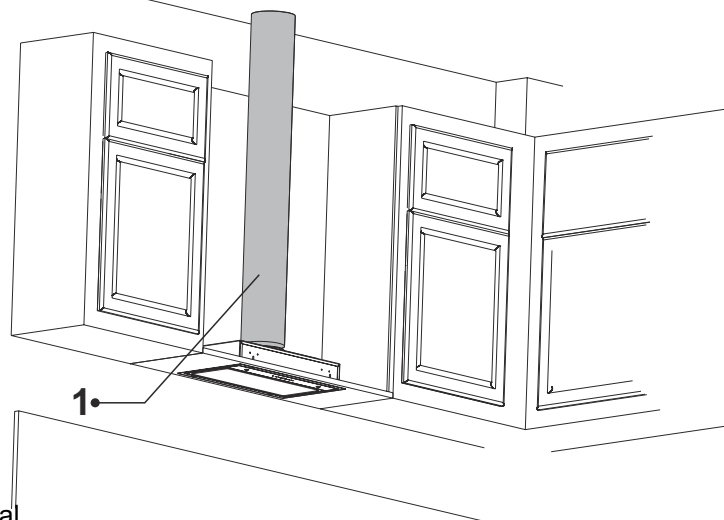

Fig. 30
**11.** Anslut nu utsugskanalen mellan fläkten och motorkabinettet (Fig. 30).